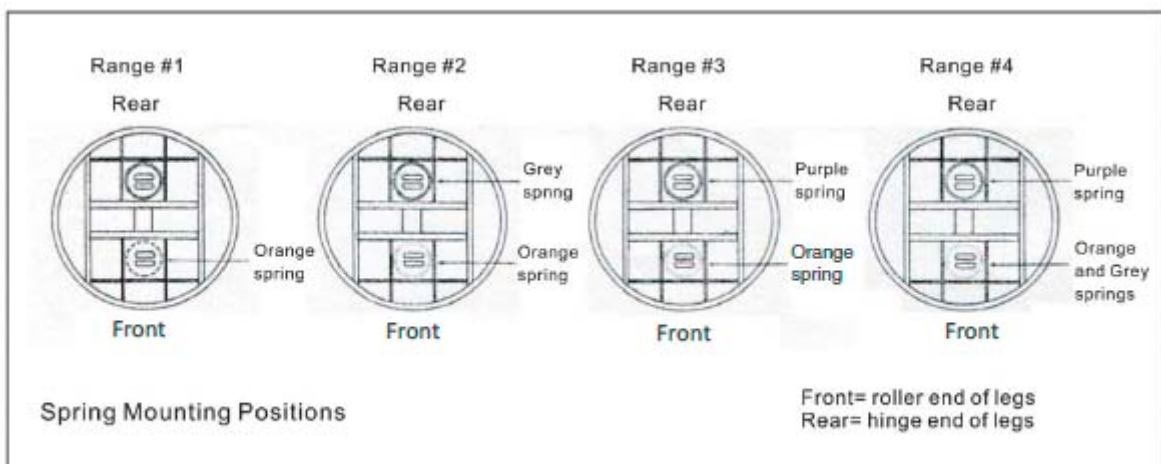

Fig. 7. Fjærenes plassering
3. Fig. 7. Viser de øvrige fjærenes plassering ved ulike behov. Sikre at det er korrekte fjærer som monteres. Se Tabell 1. på side 5 for å kontrollere at rett fjær brukes.